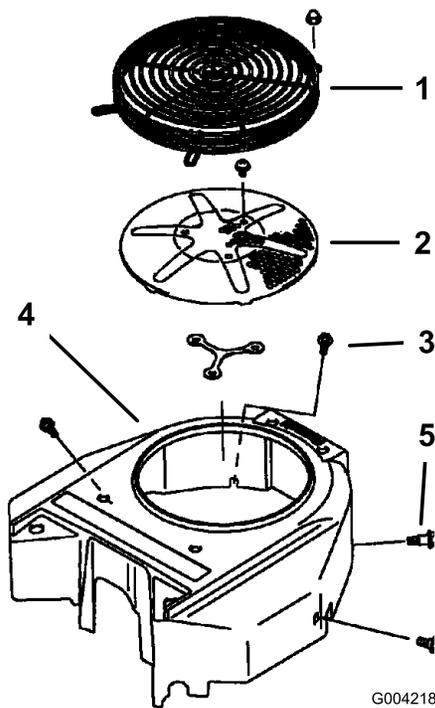

Figura 56
Antes de cada uso, retire cualquier acumulación de hierba, suciedad y otros residuos de la rejilla del motor. Esto ayudará a asegurar una refrigeración adecuada y una velocidad de motor correcta, y reducirá la posibilidad de sobrecalentamiento y daños mecánicos al motor (Figura 56).
3. Retire la rejilla de entrada de aire, el arrancador de retroceso y la carcasa del ventilador (Figura 56).
5. Instale la rejilla de entrada de aire, el arrancador de retroceso y la carcasa del ventilador (Figura 56).